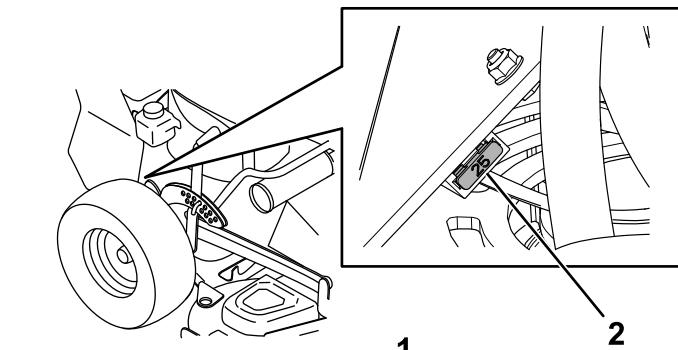

Figure 41
1. Placez la batterie dans son support (Figure 41).